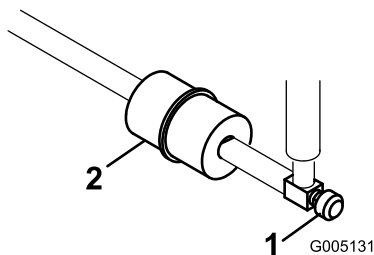

Figure 38
Le filtre à carburant est incorporé dans la conduite d'alimentation, entre le réservoir de carburant et le carburateur (Figure 38). Remplacez le filtre toutes les 800 heures de service, ou plus tôt si le débit de carburant limité. Vérifiez que la flèche qui se trouve sur le filtre pointe bien dans la direction opposée au réservoir de carburant.
2. Placez un bac de vidange sous le filtre, desserrez l'autre collier de flexible et déposez le filtre (Figure 38).
1. Fermez le robinet de carburant, desserrez le collier de flexible côté carburateur et débranchez la conduite d'alimentation du filtre (Figure 38).